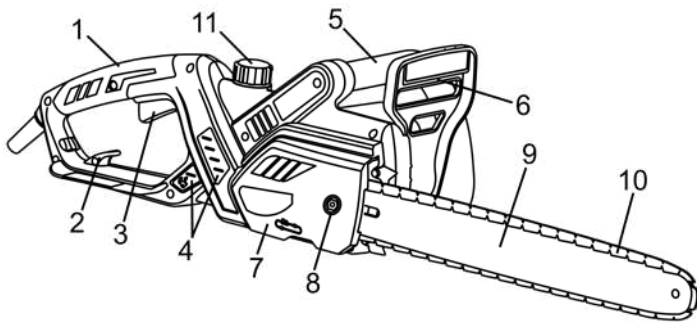

Рисунок 1
4.2 Для увімкнення виробу натисніть на кнопку блокування від випадкового вмикання (розташована з лівого боку основної рукоятки), а потім на важіль перемикача (3) (рис. 1). Для відключення виробу слід важіль відпустити.